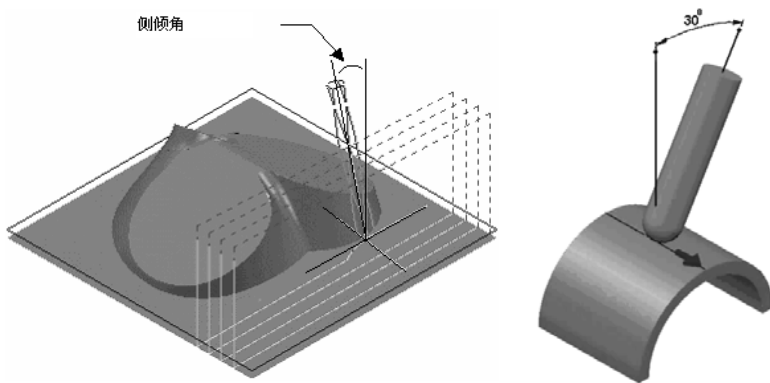

图 2-163 侧倾角
**【侧倾角】:** 用于定义刀轴与刀具路径切削方向右侧向的夹角。设置为  $0^\circ$  时, 刀轴是垂直的。侧倾角的目的是用来避免在切削陡峭部件时刀柄与零件发生碰撞, 如图 2-163 所示。